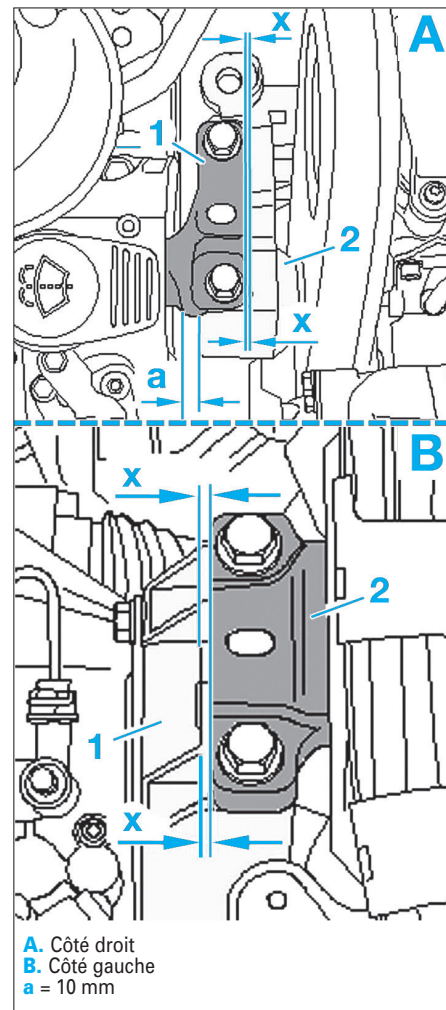

Fig. 78
- Ajuster les supports moteurs (Fig.78).
- Du côté boîte de vitesses, veiller à que les arêtes du bras du support (2) et de la console de boîte de vitesses (1) soient parallèles.